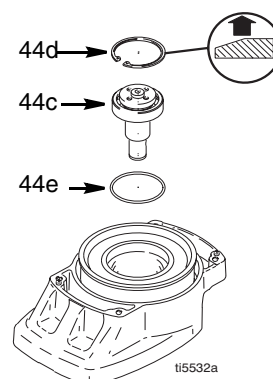

FIG. 6
7. FIG. 6. Enlever la bague de fixation (44d).
6. FIG. 6. Placer le joint torique (44e).